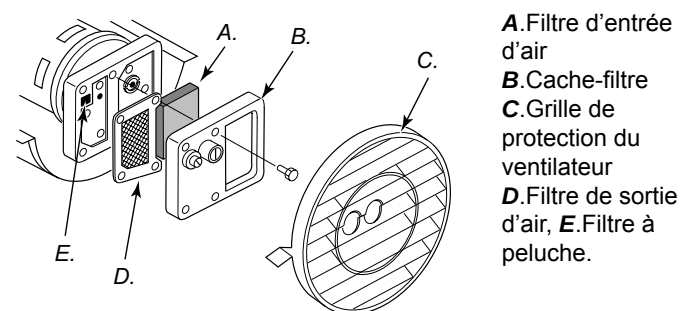

Figure 17 – Filtres de sortie d'air, d'entrée d'air et à peluche, Modèles 29 kW et 44 kW.
3. Enlever les flexibles des conduites de combustible et d'air du gicleur (voir figure 17, 18 ou 19).